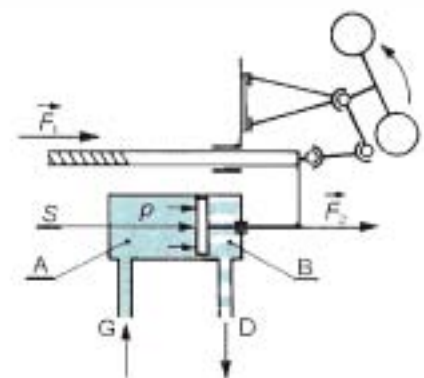

Figure 16.16 • Braquage à gauche.
• **Braquage à gauche** (figure 16.16). Le conducteur commence à faire pivoter son volant vers la gauche. La crémaillère doit se déplacer vers la droite.